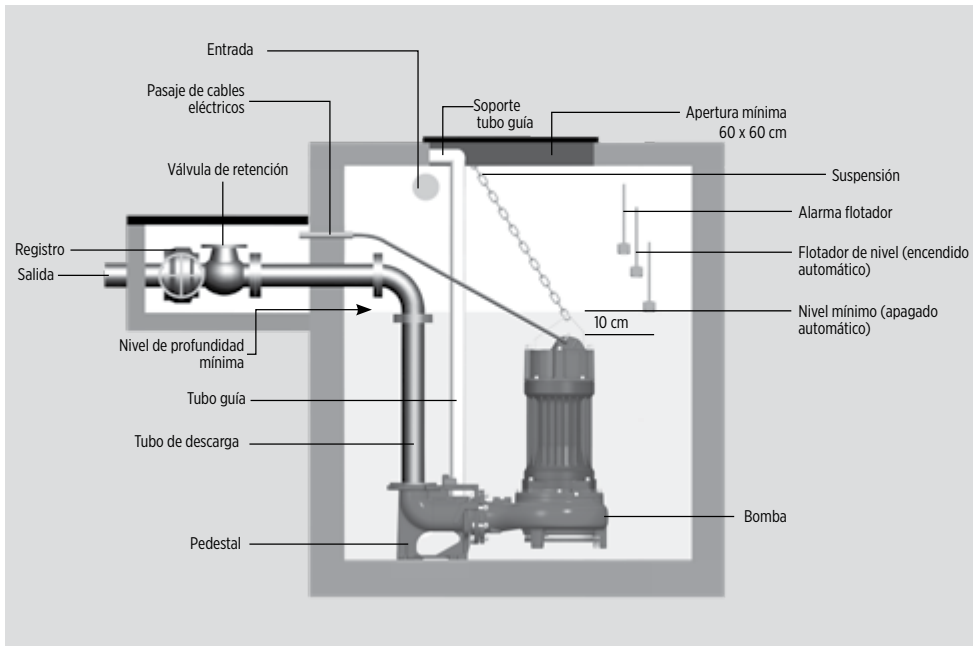

Figura 4: Diagrama de instalación de la bomba con pedestal en elevación
- Para operación en régimen de servicio S1, las bombas de la Serie FWSP siempre deben operar dentro de la inmersión mínima indicada en la figura 4 (totalmente sumergida). Eventualmente, si es necesario operar intermitentemente en operación no constante, es posible trabajar con la bomba con una inmersión mínima por debajo del valor recomendado, siempre que el líquido esté por encima de la línea del caracol, para evitar problemas de succión (cavitación).